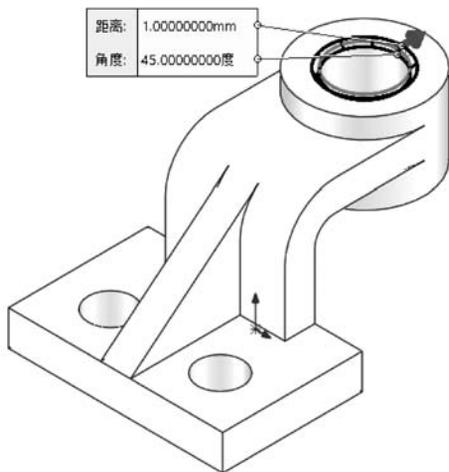

图 5-19 倒直角
① 选中【角度距离】单选按钮.
② 激活【边线、面和环】列表,在图形区选中要倒角的边线。
③ 在【距离】文本框内输入 1.00mm,在【角度】文本框内输入 45.00 度,如图 5-19 所示,单